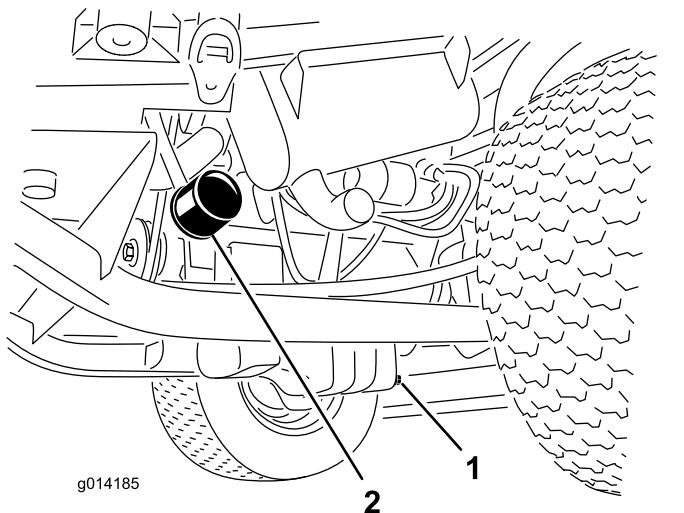

图32
1. 拆下排油塞图32让油流入放油盘。
3. 拆下机油滤清器 图32。